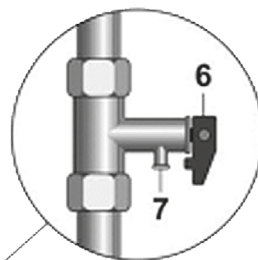

Рисунок 1. Схема подключения
Установить предохранительный клапан (Рис. 1, п. 5) на входе холодной воды (Рис. 1, п. 3), помеченном синим кольцом, закрутив на 3,5 - 4 оборота, обеспечив герметичность соединения любым уплотнительным материалом (льном, лентой ФУМ и др.).
Подключение к водопроводной системе производится в соответствии с Рис. 1 только при помощи медных, металлопластиковых или пластиковых труб, а также специальной гибкой сантехподводки. Запрещается использовать гибкую подводку бывшую ранее в употреблении. Рекомендуется подавать воду в ЭВН через фильтр-грязевик, установленный на магистрали холодной воды (не входит в комплект поставки).
После подключения откройте вентиль подачи холодной воды (Рис. 1, п.10) в ЭВН, кран выхода горячей воды из ЭВН (Рис. 1, п. 11) и кран горячей воды на смесителе, чтобы обеспечить отток воздуха из водонагревателя. При конечном заполнении ЭВН из крана смесителя непрерывной струей потечет холодная вода. Закройте кран горячей воды на смесителе.
**Примечание:** для облегчения обслуживания ЭВН в процессе эксплуатации рекомендуется установка сливного вентиля (Рис. 1, п. 4) в соответствии с рис. 1 (для моделей, не оборудованных сливным патрубком (не входит в комплект поставки ЭВН)).